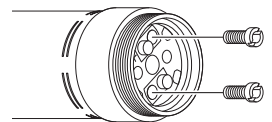

図9
- 2)カーボンブラシを止めているねじを、マイナスドライバを用いて取り外します（図9）。